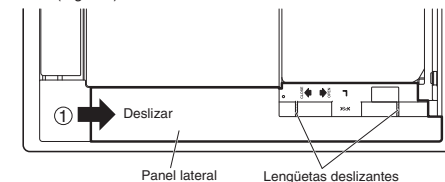

Fig. 7-2
- (1) Deslice los paneles laterales en la dirección de la flecha ① para extraerlos (2 ubicaciones, izquierda y derecha). (Fig. 7-2)